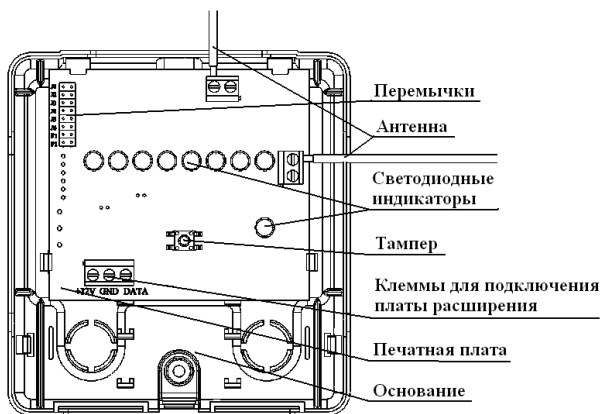

Рис. 9 «ЛИДЕР-РПУ». Вид изнутри
7. Подключите источник постоянного тока с напряжением +12В к РПУ к клеммной колодке Х3 (рис. 9), подайте на РПУ напряжение питания. Светодиоды РПУ загорятся оранжевым цветом, что индицирует переход в режим регистрации;